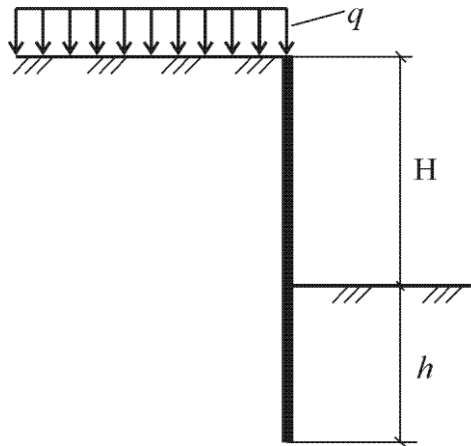

Рис. 5
10.1. Определить активное $p_{a\phi}$ и пассивное $p_{n\phi}$ давления грунта на стенку ограждения котлована в несвязном грунте. Построить эпюры давлений (рис. 5).
10.2. Определить активное p_a и пассивное p_n давления грунта на стенку ограждения котлована в связном грунте. Построить эпюры давлений (см.рис.5).